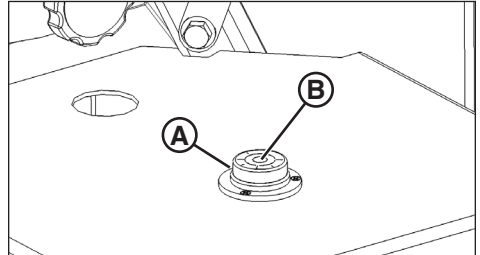

Figure 6
1. Positionner la tour d'éclairage portable sur un emplacement adéquat. Voir **Considérations de sécurité sur le chantier**. Utiliser un niveau comme guide pour trouver une surface de niveau : Lorsque la bulle (B, Figure 6) est au centre du niveau (A), l'appareil est de niveau.